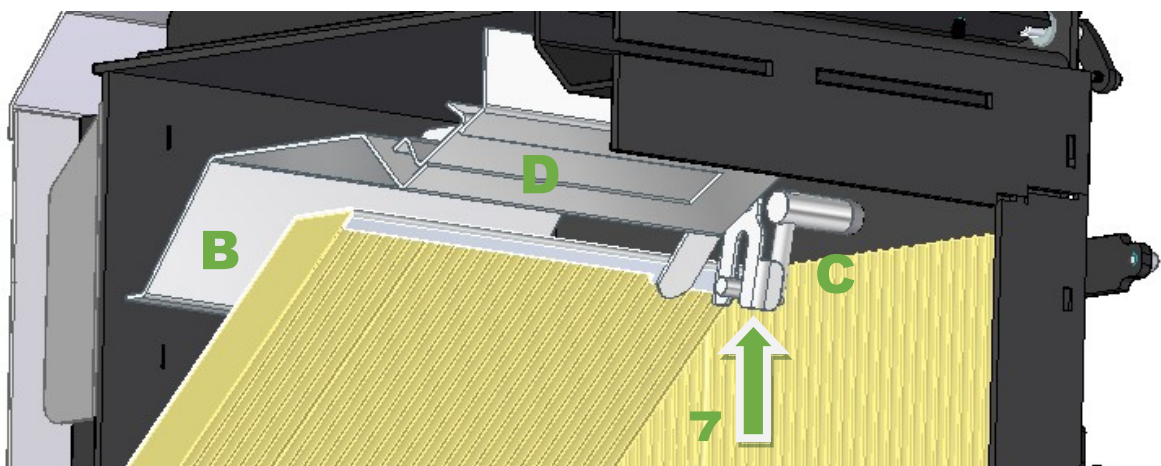

Figure 38 – Montage du système de circuit de fumée
3. Pour réinstaller le circuit de fumée, répétez toutes les procédures dans l'ordre inverse. Notez que l'arbre de l'amortisseur (C) est placé dans la rainure du canal de fumée (B). Pour vérifier que le circuit de fumée est correctement installé, tirez sur le clapet et vérifiez que le clapet (D) bouge, Figure 38.